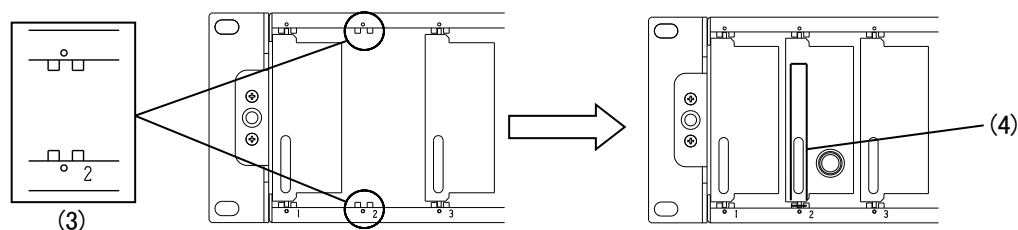

図 4-3 メインモジュールの挿入
- (4) 筐体前面のスロット内部に異物がないことを確認しメインモジュールを挿入します。
- ・図 4-3 (3)のスロットに、メインモジュールの基板を滑り込ませます。スロットの上下にガイド位置を示す穴がありますので、それを目印に挿入して下さい。
(5) 奥までメインモジュールを押し込みます。
- ・その際、図 4-3 (4)の辺り(正面パネルの左側)を押すようにしてください。
(6) 前面パネルを取り付けます。